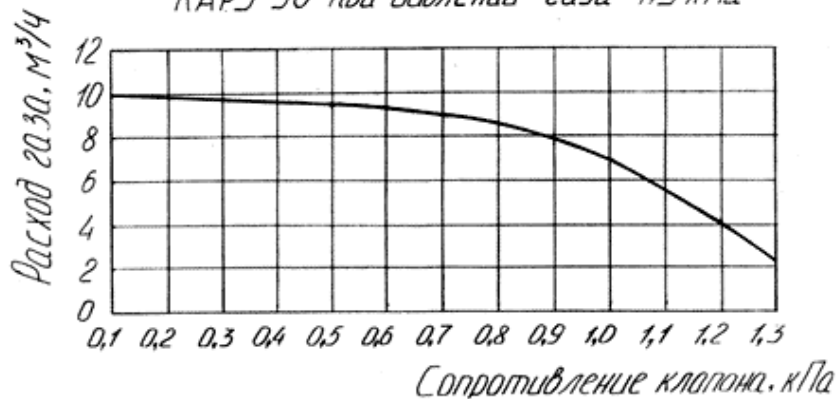

Рис. 3.1.
3.2. Расходная характеристика клапана, м 3 /ч	см. рис. 3.1.